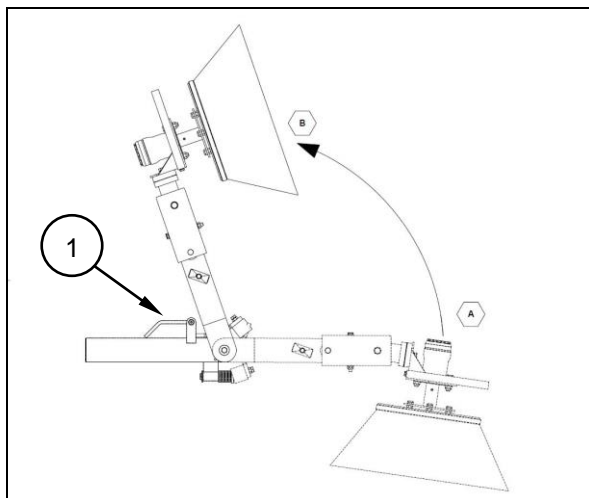

Fig. 4.11
- Pivoter la brosse latérale vers le haut (fig. 4.11) et la sécuriser (1).